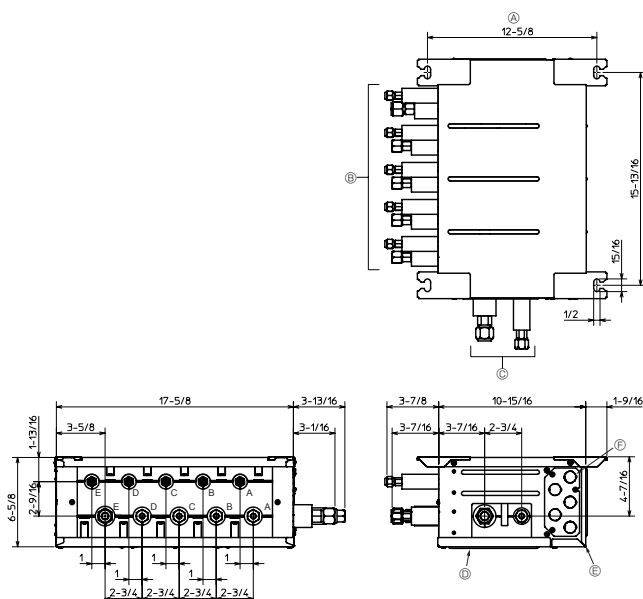

Fig. 4-2
- ① Paso del perno de suspensión
- ② A la unidad interior
- ③ A la unidad exterior
- ④ Panel de servicio (para LEV, THERMISTOR)
- ⑤ Cubierta eléctrica
- ⑥ Placa de conducto
- ⑦ Bloque de terminales (a la unidad interior en el tablero de control)
- ⑧ Bloque de terminales (a la unidad exterior)
- ⑨ Bloque de terminales (para el cable de comunicación)
■ PAC-MKA50BC (Fig.4-2)